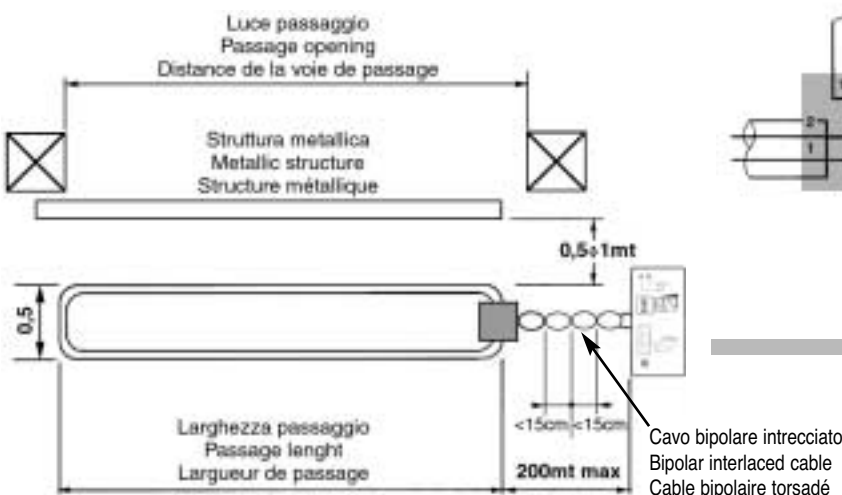
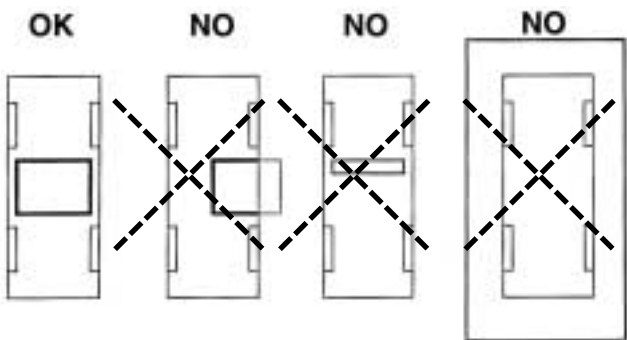

FIG. 5
FIG. 6
- Ricavare nella zona che dovrà essere interessata dall'azione della spira, uno scavo di sagoma rettangolare (per auto e camion fig.5) o a parallelogramma (per biciclette e motocicli fig.6).